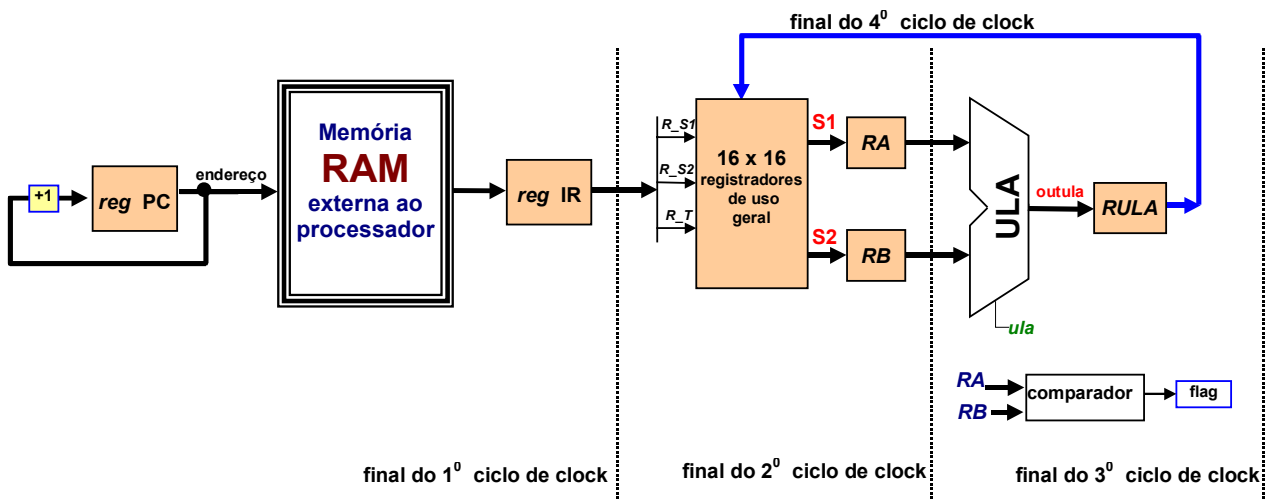

Figura 2 - Fluxo de execução de instruções lógico-aritméticas e comparações.
- A Figura 2 ilustra uma possível organização do bloco de dados para a execução das instruções lógico-aritméticas em 4 ciclos de relógio.